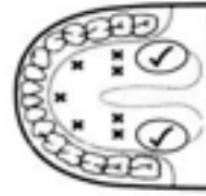

Figura 2
a) **Uso per via orale:** Posizionare il termometro sotto la lingua come indicato da "V" nella Figura 2. Chiudere la bocca e respirare regolarmente attraverso il naso per evitare che la misurazione sia influenzata dall'aria inspirata/espirata. Temperatura normale tra 35,7°C e 37,3°C.